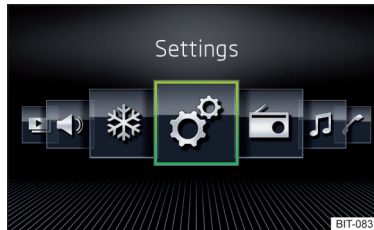

Abb. 184
- › Die Option **Raster-Anzeige** » **Abb. 183** oder **Horizont. Anzeige** » **Abb. 184** wählen.